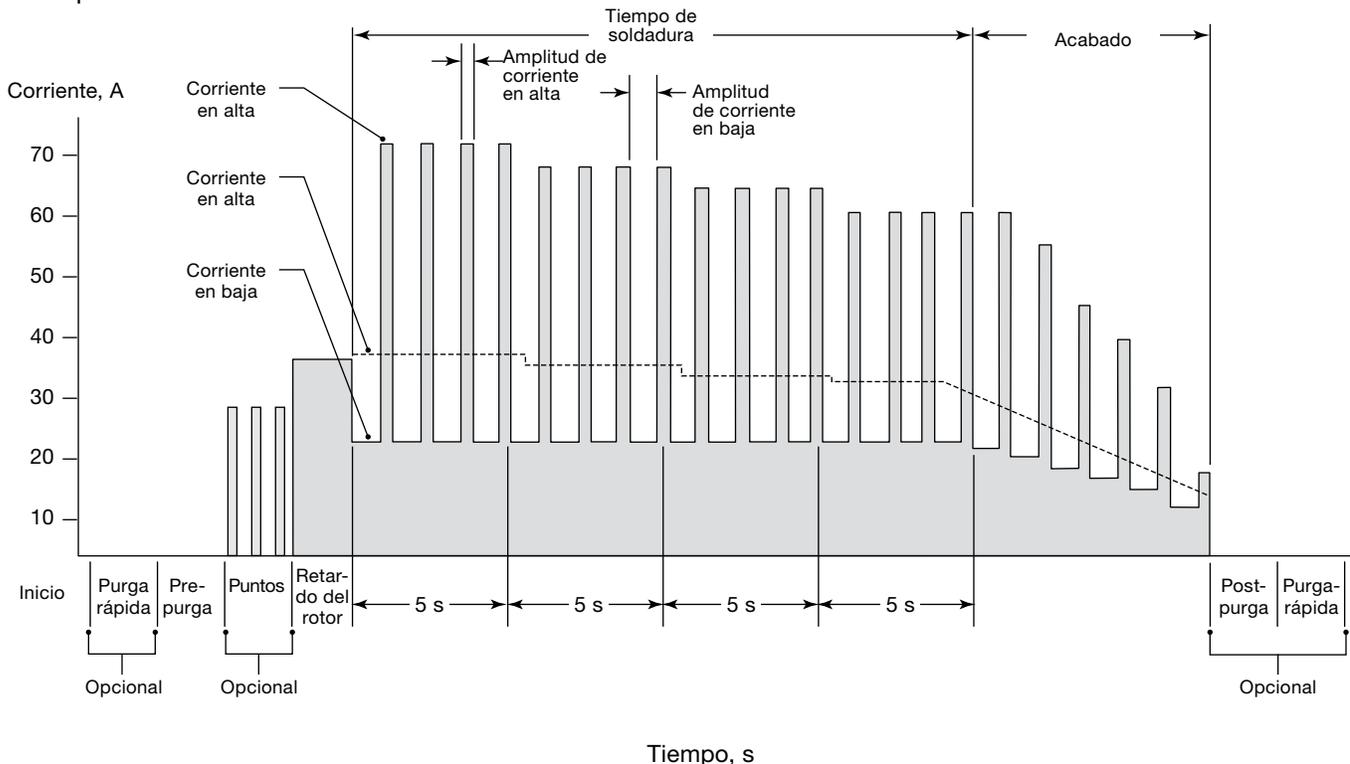

Fig. 56—Forma de onda de la corriente de una soldadura de varios niveles
① Este paso, junto con el redondeo del Tiempo de soldadura en un incremento de 0,5 segundos, evita la aparición de periodos consecutivos de salida de corriente en baja durante la transición de un nivel al siguiente. Esto debe considerarse como el salto entre niveles de soldadura. Observe que, en la Fig. 56, página 52, cada nivel comienza con el periodo de Corriente en baja del ciclo de pulsaciones. El tiempo de soldadura multiplicado por los Pulsos:
① Este paso, junto con el redondeo del Tiempo de soldadura en un incremento de 0,5 segundos, evita la aparición de periodos consecutivos de salida de corriente en baja durante la transición de un nivel al siguiente. Esto debe considerarse como el salto entre niveles de soldadura. Observe que, en la Fig. 56, página 52, cada nivel comienza con el periodo de Corriente en baja del ciclo de pulsaciones. El tiempo de soldadura multiplicado por los Pulsos: Tiempo de soldadura × Pulsos, es decir, el número de segundos por nivel × ciclos por segundo debe ser igual a un número entero de ciclos por nivel para garantizar que cada nivel finalice con un ciclo completo de Corriente en baja a intensa antes de que se inicie el siguiente nivel.